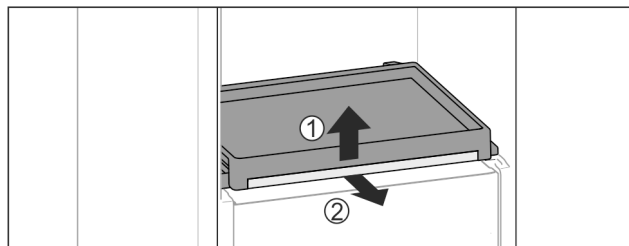

Fig. 107
- ▶ Vyjměte vysouvací přihrádku se skleněnou deskou: Skleněnou desku vpředu lehce nadzvedněte Fig. 107 (1) a vytáhněte dopředu Fig. 107 (2).